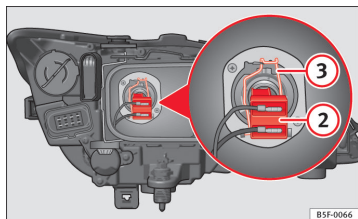

Fig. 134 Feux de croisement
- Retirez le connecteur ⇒ fig. 134 ② de l'ampoule.
- Décrochez le ressort entrebâilleur ⇒ fig. 134 ③ en le pressant vers l'intérieur et vers la droite.